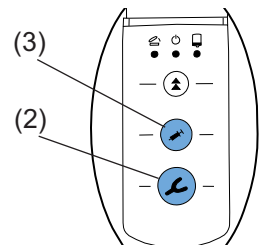

Abb. 8
- Wird ohne vorherige Programmauswahl eine Taste zum Auspressen (Abformlöffel (2, Abb. 8) oder Dispenser (3, Abb. 8) gedrückt, aktiviert das Gerät automatisch das -Programm. Die LED neben